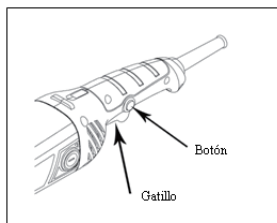

**Figura 6**
- 1) Al iniciar, sostenga la herramienta firmemente con ambas manos. Por ejemplo, una mano en la cobertura del motor y otra en la manija auxiliar (1).
- 2) Encienda la herramienta presionando ligeramente el botón de encendido/apagado (4) y luego empujándolo hacia adelante. (Vea figura 6)